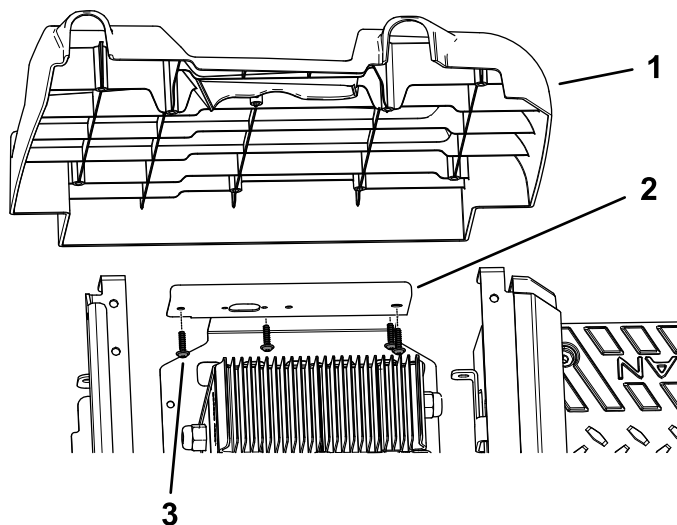

图6
2. 使用 T30 套筒扳手卸下将充电器支架固定至左侧板的 4 个梅花头螺丝 M6.0 x 22mm 图6。